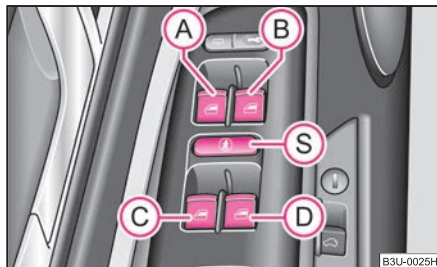

Fig. 29 Bracciolo porta lato guida: Comandi
I tasti dei singoli finestrini sono disposti nel bracciolo della porta lato guida ⇒ fig. 29, in quello sul lato passeggero e nelle porte posteriori\* ⇒ pag. 43.
Premendo l'interruttore di sicurezza (S) ⇒ fig. 29 è possibile disattivare gli alzacristalli delle porte posteriori. Premendo nuovamente l'interruttore di sicurezza (S) è possibile riattivare i tasti degli alzacristalli delle porte posteriori.
- Se si trasportano bambini nei sedili posteriori, si raccomanda di mettere fuori servizio gli alzacristalli elettrici delle porte posteriori (interruttore di sicurezza) (S) ⇒ fig. 29.